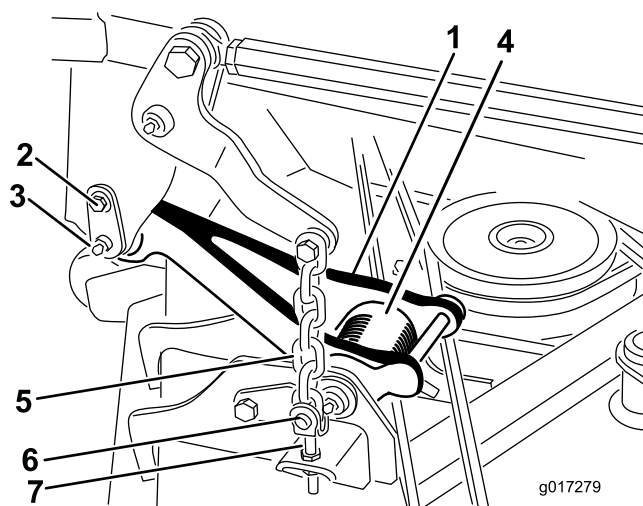

Bild 2
Hinweis: Wenn das Mähwerk angehoben ist, ist die Spannung der Zuglenkerdrehfeder (Bild 2) verringert; dies erleichtert das Abschließen der Zuglenker von der Maschine.
2. Schließen Sie den Zuglenker an jeder Seite der Maschine ab (Bild 2).
- A. Entfernen Sie die Ansatzschraube, mit denen der Befestigungsstift am Trägerrahmen befestigt ist (Bild 2).
- B. Schieben Sie den Befestigungsstift vorsichtig vom Trägerrahmen und Zuglenker (Bild 2).
6. Entfernen Sie die vier Ringstifte und die Lastösenbolzen, mit denen die Hubketten an den Einstellbolzen am Mähwerk befestigt sind (Bild 2).
2. Setzen Sie die vier Lastösenbolzen und Ringstifte ein, mit denen die Mähwerkhubketten an den Einstellbolzen am Mähwerk befestigt sind (Bild 2).
5. Fluchten Sie den Zuglenker am Trägerrahmen aus und befestigen Sie den Lenker mit dem Befestigungsstift (Bild 2). Befestigen Sie den Befestigungsstift mit der Schulterschraube am Rahmen (Bild 2).